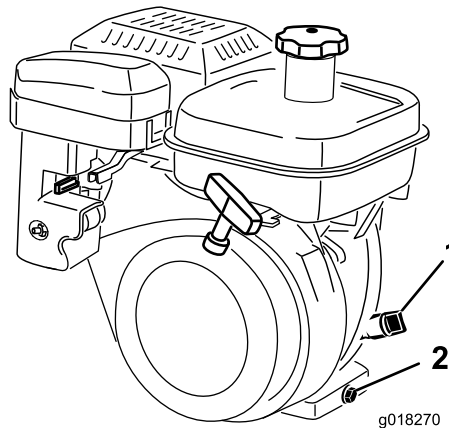

Рисунок 34
3. Очистите пространство вокруг масломерного щупа (Рисунок 34).
4. Снимите пробку заливного отверстия, повернув ее против часовой стрелки (Рисунок 34).
2. В задней части машины подставьте сливной поддон под пробку сливного отверстия (Рисунок 34). Ослабьте затяжку пробки сливного отверстия.